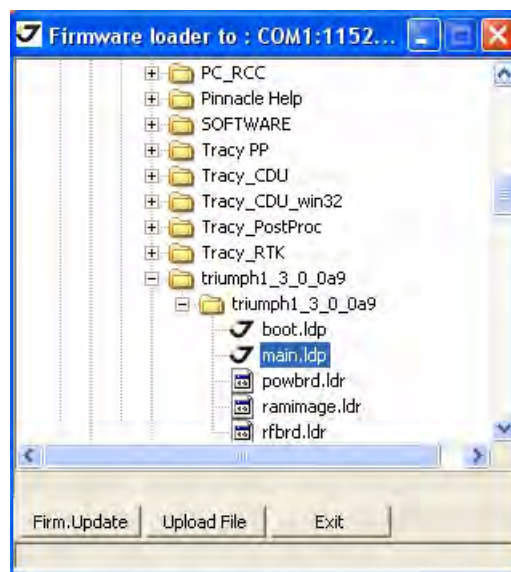

Рисунок 58. Загрузка нового аппаратно-программного обеспечения
5. Найдите папку с комплектом файлов новой версии аппаратно-программного обеспечения. Выберите файл *main.ldr* (Рис. 58):